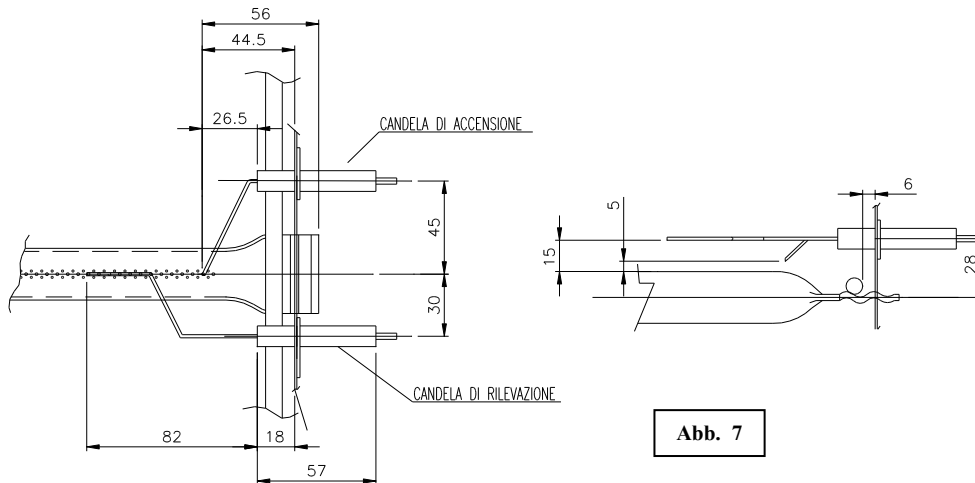

Abb. 7
- Die Zündkerze auswechseln, dabei darauf achten, sie wie in Abb. 7 gezeigt zu positionieren.